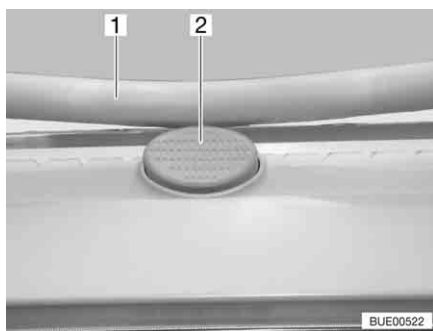

Fig. 22 Bottone di sicurezza sull'oblò inclinabile
- Premere il bottone di sicurezza (Fig. 22,2) e tirare verso il basso la staffa (Fig. 22,1) con entrambe le mani.
- Premere la staffa verso l'alto con ambedue le mani, finché la staffa non poggia al di sopra del bottone di sicurezza (Fig. 22,2).